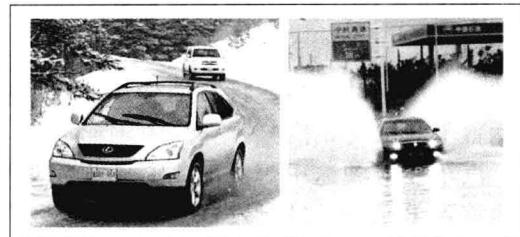

图 1-19 雪地或泥泞路面行驶
(5) 雨雪天行驶 在雪地或泥泞路面上行驶，若选档手柄置于 D 位，当驱动轮打滑时，此时可将选档手柄置 S 档位或 L 档位，强制自动变速器在低档行驶，限制自动变速器的最高档位，如图 1-19 所示。